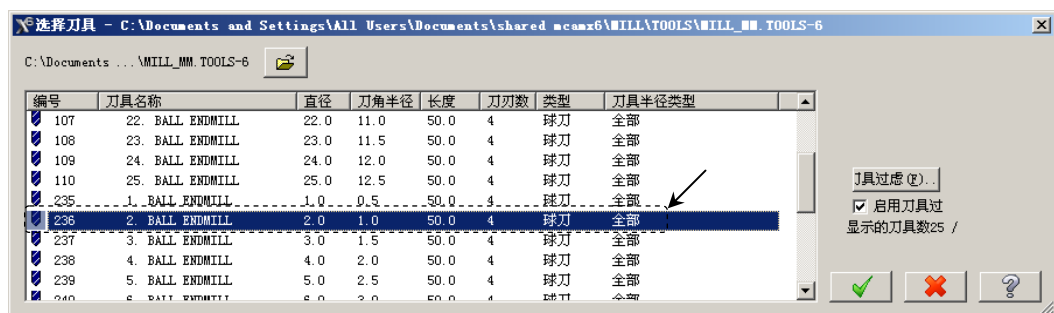

图 14.29 “选择刀具”对话框
Step4. 选择刀具。在“曲面精加工等高外形”对话框中,单击 **选择刀具...** 按钮,系统弹出“选择刀具”对话框,在该对话框的列表框中选择图 14.29 所示的刀具。单击 按钮,关闭“选择刀具”对话框,系统返回至“曲面精加工等高外形”对话框。